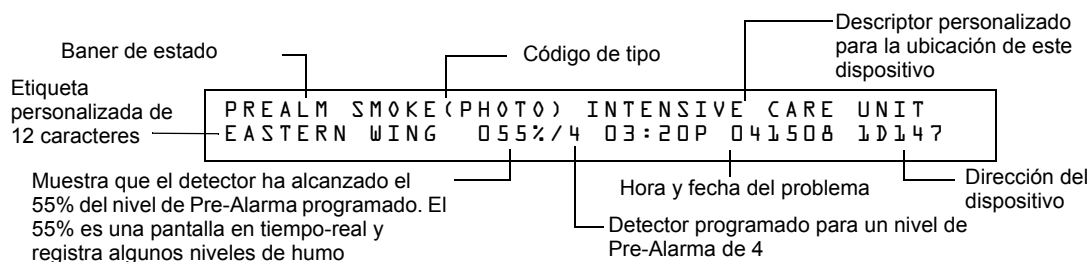

Figura 3.9 Ejemplo de un Mensaje de Alerta de Pre-Alarma
- Muestra un baner de estado de PREALARMA, el Código de Tipo del detector, y el nivel de Pre-Alarma (Alerta o Acción) en la pantalla LCD, junto con la información específica del dispositivo como se muestra en la Figura 3.9.